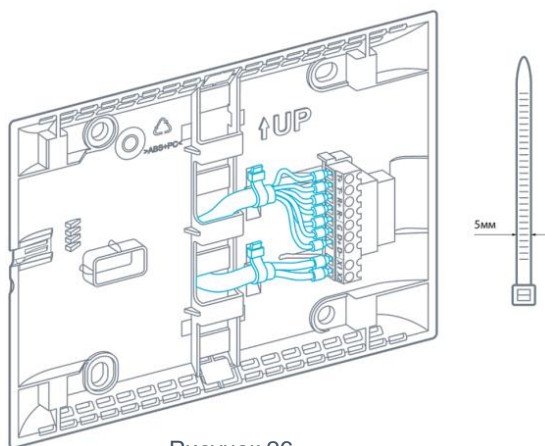

Рисунок 26
5. Проложить кабели и провода в кабель-канале кронштейна. Подключить контакты кабелей и проводов в соответствующие клеммные контакты и при необходимости зафиксировать их нейлоновыми хомутами, рисунок 26.